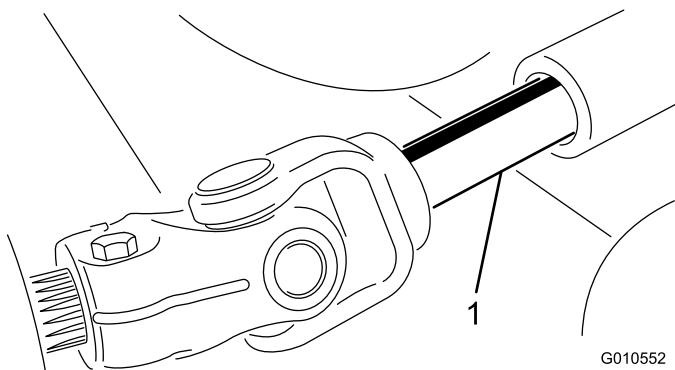

Figura 22
5. Aleje la unidad de corte de la unidad de tracción, separando las secciones macho y hembra del árbol de la TDF (Figura 22).
3. Introduzca el árbol macho de la TDF en el árbol hembra de la TDF (Figura 22).